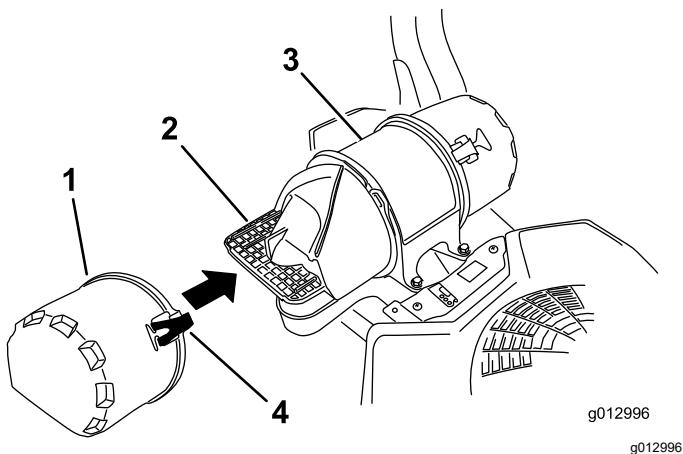

Figura 46
3. Abra los cierres del limpiador de aire y tire de la tapa de la entrada de aire para separarla del cuerpo del limpiador de aire (Figura 46).
5. Instale la tapa de la entrada de aire y sujetela con los enganches (Figura 46).